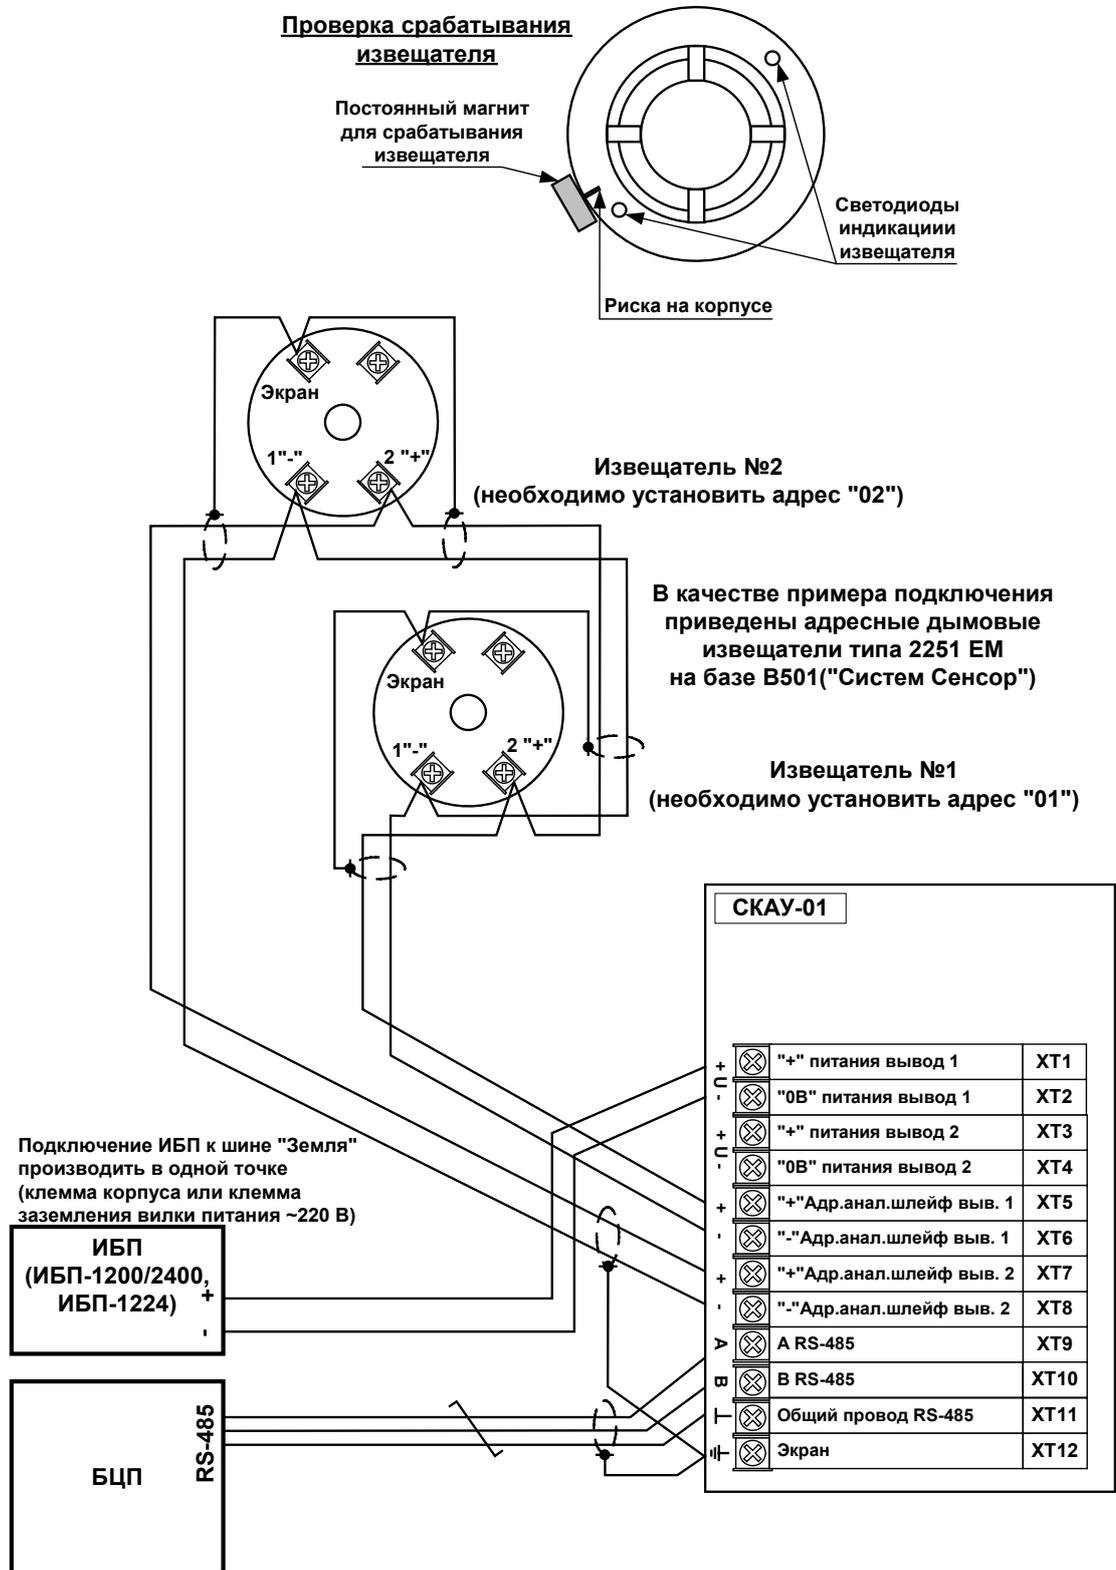
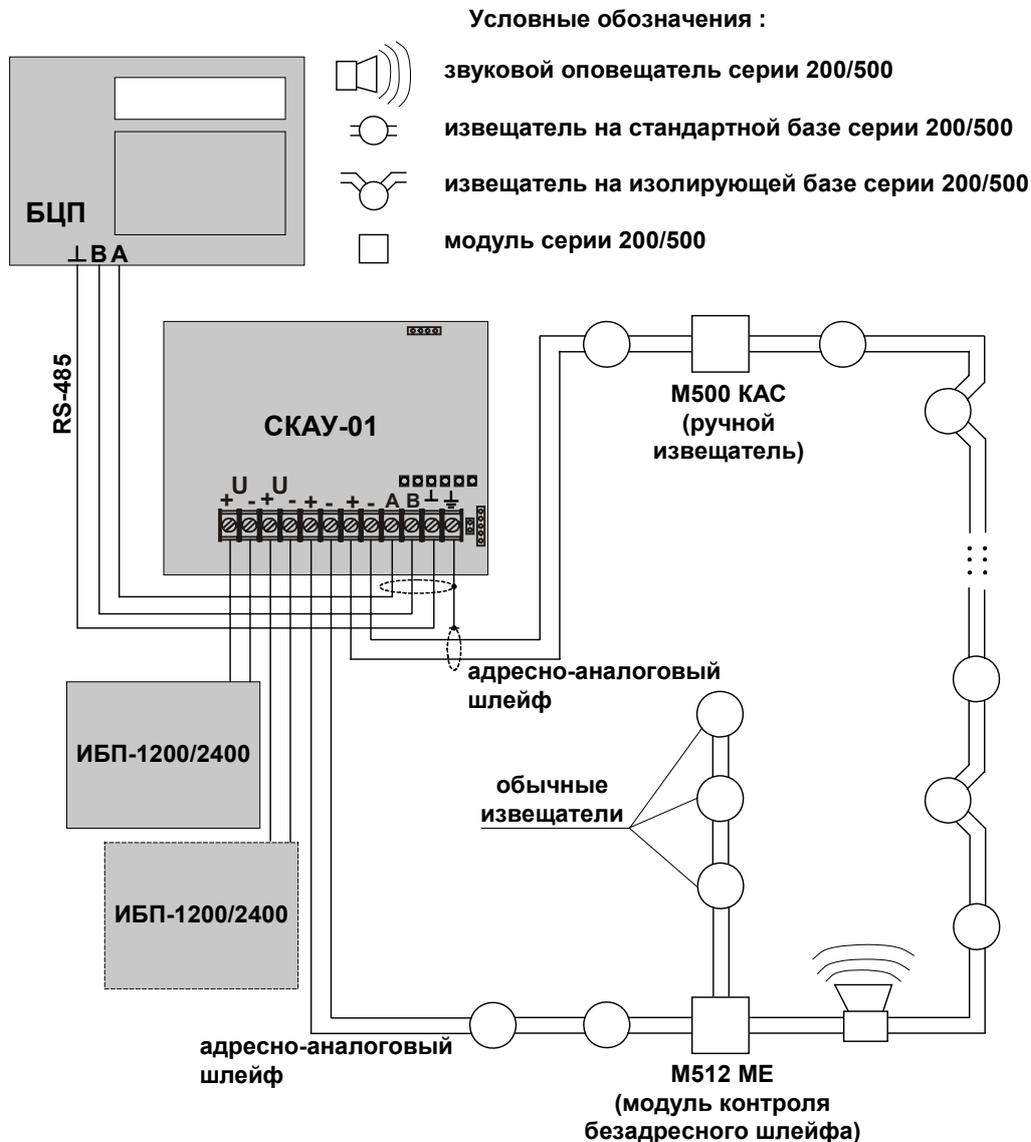

Рис. 6 Схема проверки СКАУ
Рис. 7 Типовая схема включения SKAU
Подключить СКАУ к блоку питания согласно типовой схеме включения и к линии связи RS-485 БЦП (см. Рис. 6 и Рис. 7).
- Проверить срабатывание извещателей. Для проверки срабатывания извещателя – организовать задымленность в зоне чувствительности извещателя или поднести к каждому из извещателей постоянный магнит (см. Рис. 6) и держать ~30 с до появления постоянного свечения светодиодов извещателя.
Типовая схема включения СКАУ приведена на Рис. 7.
Рекомендованная структура адресно-аналогового шлейфа приведена в типовой схеме включения СКАУ (Рис. 7). Она представляет собой петлю, концы которой управляются СКАУ раздельно.